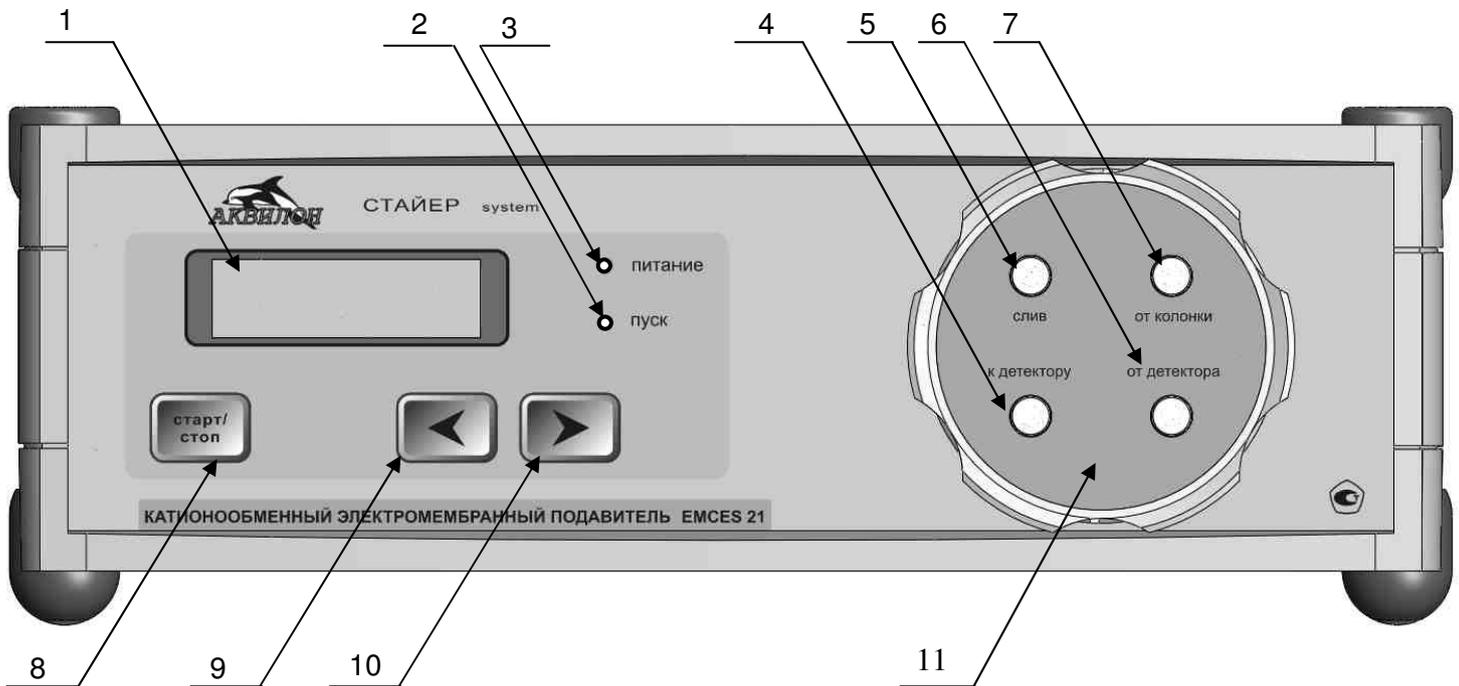

Рис.3 Передняя панель подавителя
ВНИМАНИЕ! Картридж электромембранного подавителя поставляется в заполненном водой виде. Сушение устройства (в том числе и хранение в незаполненном водой виде) приводит к необратимому выходу мембранно-электродных блоков из строя. По окончании работ с устройством для его хранения необходимо заполнить устройство деионизованной водой и установить заглушки на входные и выходные фитинги (см. рис.3)!
- 2 - к фитингу «от детектора» (рис.3, п.6) присоединить капилляр «выход» от ячейки кондуктометрического детектора
- 3 - к фитингу «к детектору» (рис.3, п.4) присоединить капилляр «вход» от ячейки кондуктометрического детектора
4 - фитинг «от колонки» (рис.3, п.7) соединить с выходом аналитической колонки с помощью капилляра РЕЕК 1/16" - 0,25 мм и прижимного винта из комплекта подавителя. (По возможности необходимо минимизировать длину капилляра колонка-подавитель для уменьшения экстраколочных эффектов)
5 - к фитингу «слив» (рис.3, п.5) присоединить с помощью прижимного винта тефлоновый капилляр 1/16" из комплекта подавителя. Конец капилляра опустить в сливную емкость, открытую на атмосферу, так, чтобы капилляр не касался сливаемой жидкости.
При использовании подавителя в составе ионной хроматографической системы необходимо сначала включать ток подавления, а затем включать подачу потока элюента. Установка значения тока подавителя производится с помощью кнопок уменьшения или увеличения заданного значения тока (рис.3, пп.9,10). Включение тока подавителя осуществляется нажатием кнопки «Старт/стоп» на лицевой панели подавителя. При правильной последовательности включения в течение 5-10 минут наблюдается снижение проводимости элюента и стабилизация базовой линии. После установления требуемой чувствительности детектора и стабилизации базовой линии можно приступить к анализу. В случае нарушения последовательности включения ток подавления - поток элюента время выхода на рабочий режим увеличивается.